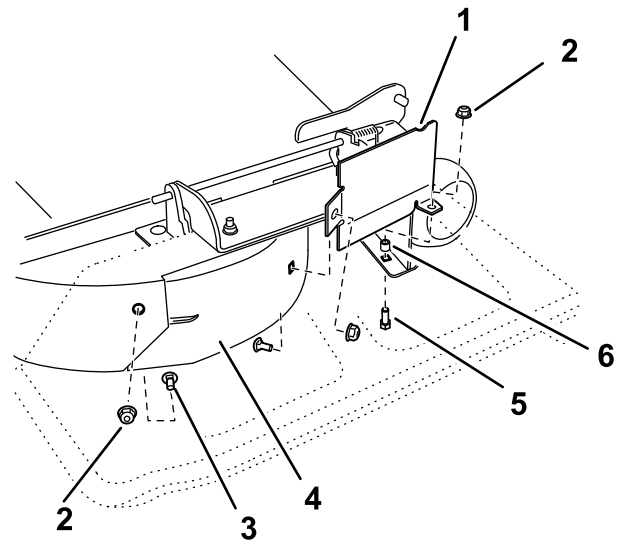

Figura 11
3. Para máquinas TimeCutter HD, instale el protector del deflector usando 1 perno de cuello cuadrado (5/16" x 3/4"), un espaciador y 2 tuercas (5/16"), como se muestra en la Figura 11.
4. Sujete el tabique trasero del deflector derecho a la carcasa de corte con 1 perno de cuello cuadrado (5/16" x 3/4") y una tuerca (5/16"), como se muestra en la Figura 11.